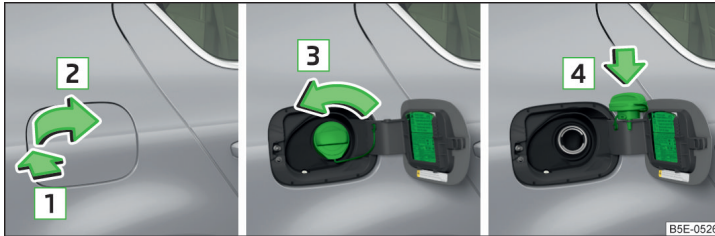

Abb. 311 Tankklappe aufklappen / Tankverschluss herausdrehen / Tankverschluss auf die Tankklappe stecken
- Auf die Tankklappe in Pfeilrichtung **1** drücken und diese in Pfeilrichtung **2** aufklappen » Abb. 311.